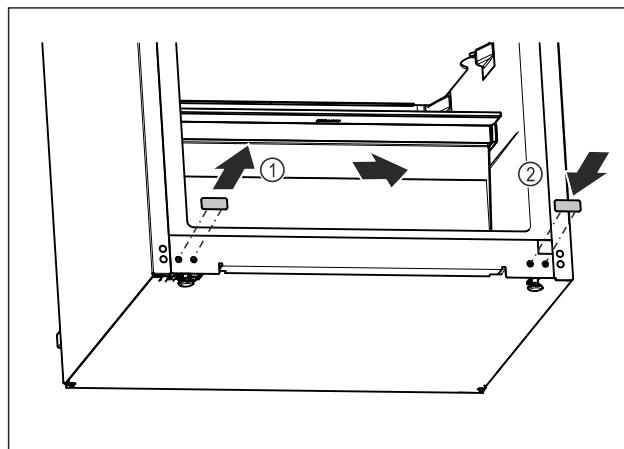

Fig. 21
- Izvlecite pokrovni čep. Fig. 21 (1)
- Pokrovni čep vstavite na nasprotni strani. Fig. 21 (2)